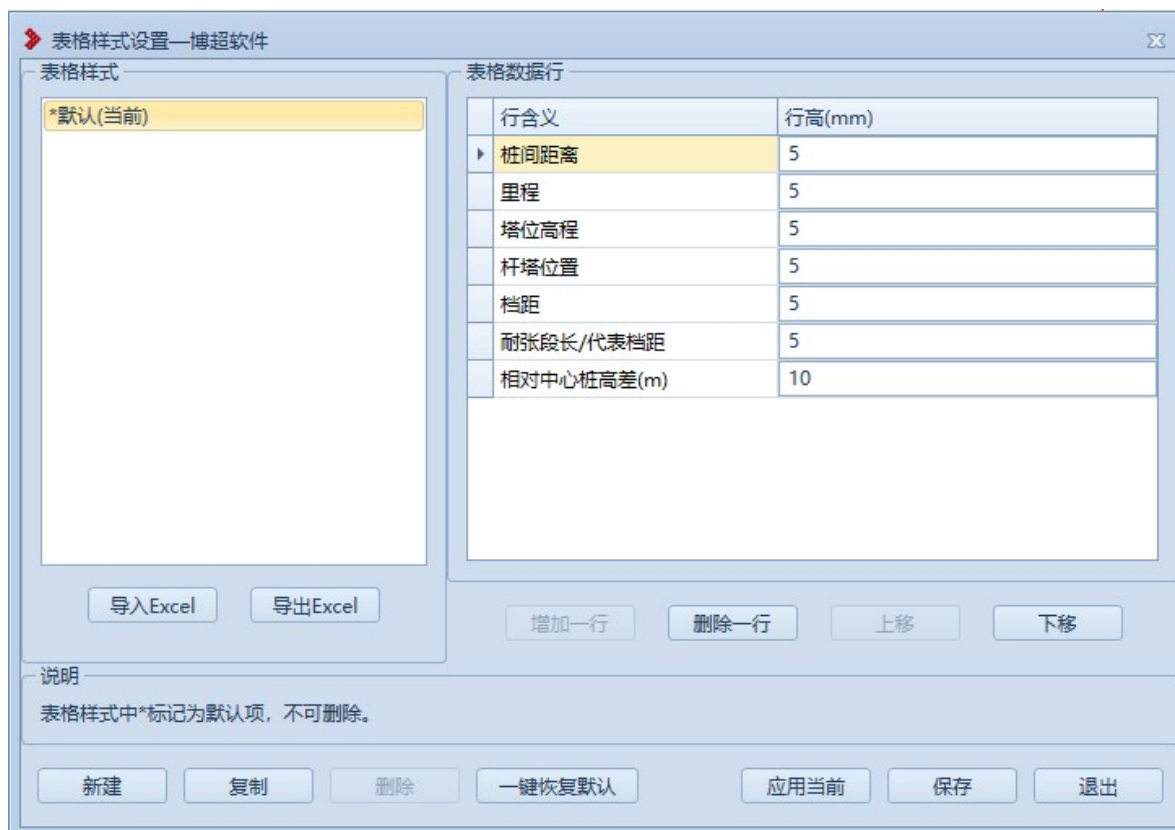

图 7.2- 60 表格样式
**表格样式**：表格样式主要设置平断面视图上表格样式，包括行含义和行高。点击按钮，弹出界面如图 7.2- 60 所示：
【导入 excel】：将自定义表格样式文件 (*.xls 和 *.xlsx 格式) 导入，sheet 页名称为样式名称，excel 文件格式参考如下图 7.2- 61 所示：